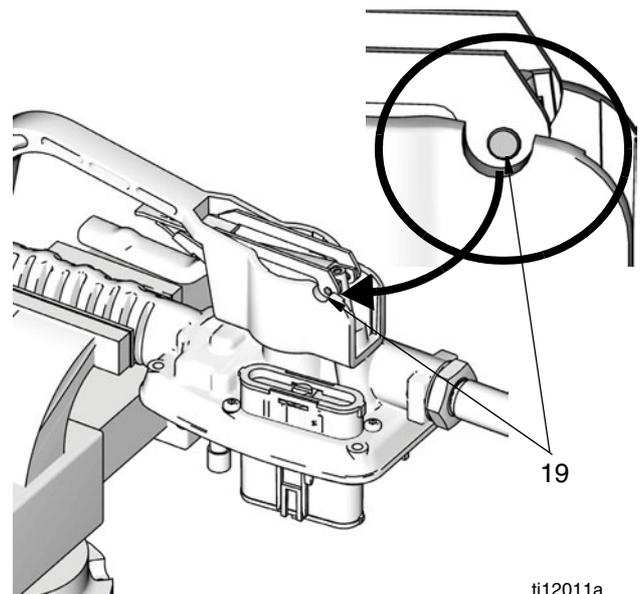

FIG. 11
- b. Coloque el medidor en una prensa de tornillo en la FIG. 11. Utilice una varilla o espiga que no sea metálica para empujar la varilla de disparo hacia la base de la carcasa del medidor lo suficiente como para llegar a la clavija (19) que sujeta la varilla de disparo al conjunto del disparador.